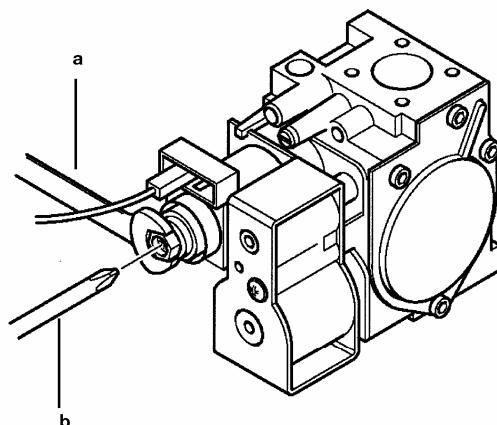

Рис.13
- Открутить винт на штуцере (**P_a**, рис. 13) и присоединить к штуцеру (**P_a**) манометр.
- Проверить динамическое входное давление газа (штуцер **P_a**, рис. 13). Номинальные давления: **20 мбар** для природного газа, **37 мбар** для пропана.
- Проверить давление газа на горелке согласно таблице 1 для соответствующей модели котла и соответствующего типа газа. При необходимости снять крышку модулятора и поворачивать латунный винт ключом **a** (ключ **a**, рис.13) до достижения давления, указанного в таблице 1 для соответствующей модели котла и соответствующего типа газа.